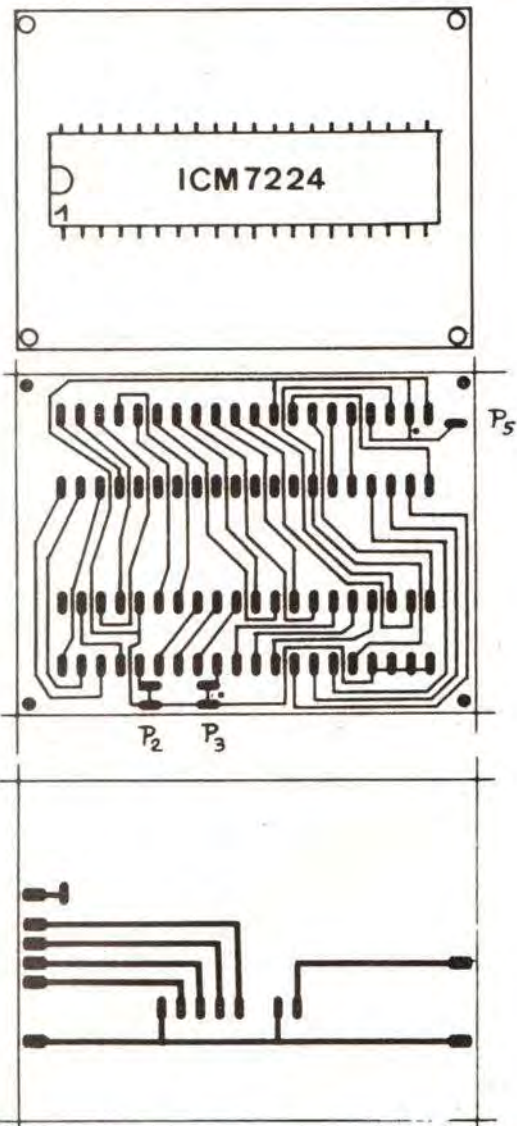

Fig. 10. — Pose du ICM 7224 (N.B. : Aucun point décimal n'est utilisé).
**a) Du module d'affichage (fig. 10 et 11)**